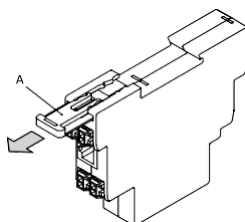

Fig. 2
Zdejmij wspornik montażowy (A) Shelly Pro 3EM, jak pokazano na rys. 2.